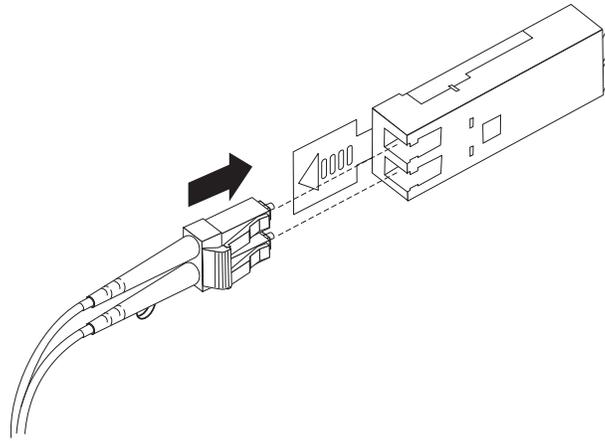

図29. LC-LC ファイバー・チャンネル・ケーブルの SFP モジュールへの挿入
4. 保護キャップを外した LC-LC ケーブルの開口端を、ストレージ・サブシステムに取り付けられた SFP モジュールに慎重に挿入します。ケーブル・コネクタには、正しくインストールされるようにキーが付いています。51 ページの図 29 に示すように、コネクタを持ったまま、所定の位置でクリック音がするまでケーブルを押し込みます。